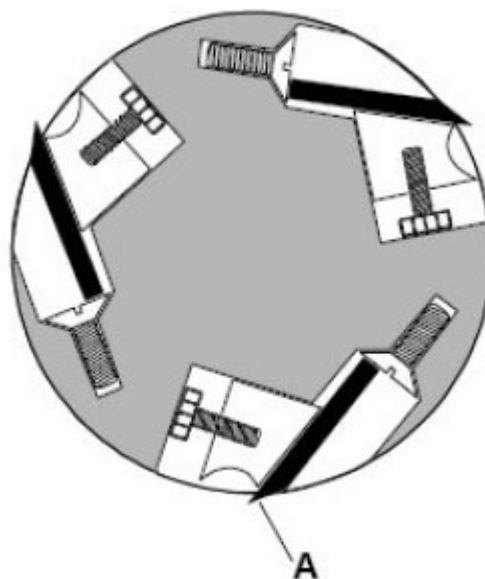

Figure 14
2. Faites tourner la tête de coupe de manière à ce que l'une des lames du couteau (A, Fig. 14) soit à